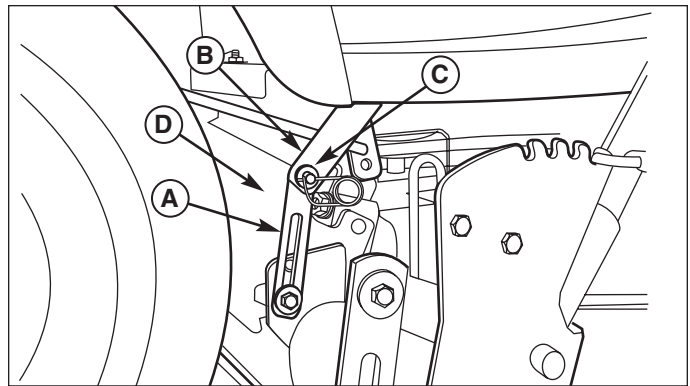

Figure 9. Bras de levage
4. Déconnecter le bras de levage de la tondeuse (A, Figure 9) du bras de levage du tracteur (B). Les deux cotés. Installer de nouveau la rondelle et le clip de sécurité (D).